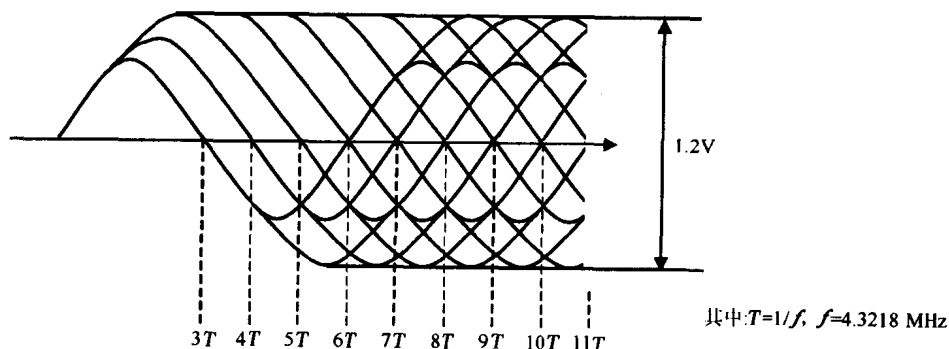

图 1.2 RF 信号眼图波形
(2) 示波器:主要用于测量关键点的波形,如眼图波形、振荡波形、循迹聚焦控制输出波形和数据信号波形等,并且可非常直观地判别出波形是否正常。下面以测量 VCD 机为例。
①用示波器观察眼图波形:将示波器置于 0.5 V/div 和 $0.5\text{ }\mu\text{s/div}$,观察射频(RF)放大器电路输出的 RF 眼图波形,如图 1.2 所示。正常播放时眼图的峰-峰值应在 1.2 V 左右,且眼图清晰无网纹干扰。